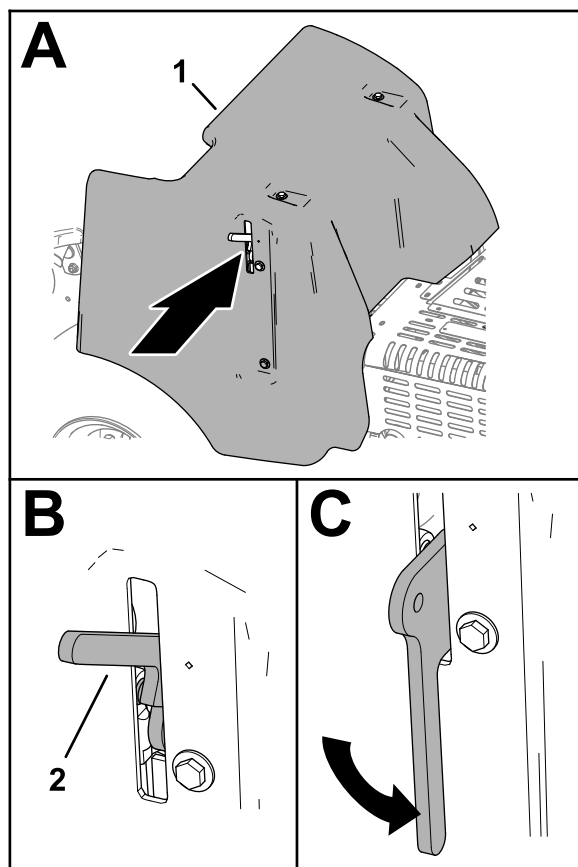

Figura 135
3. Baixe totalmente a pega do trinco para prender a cobertura (Figura 135).